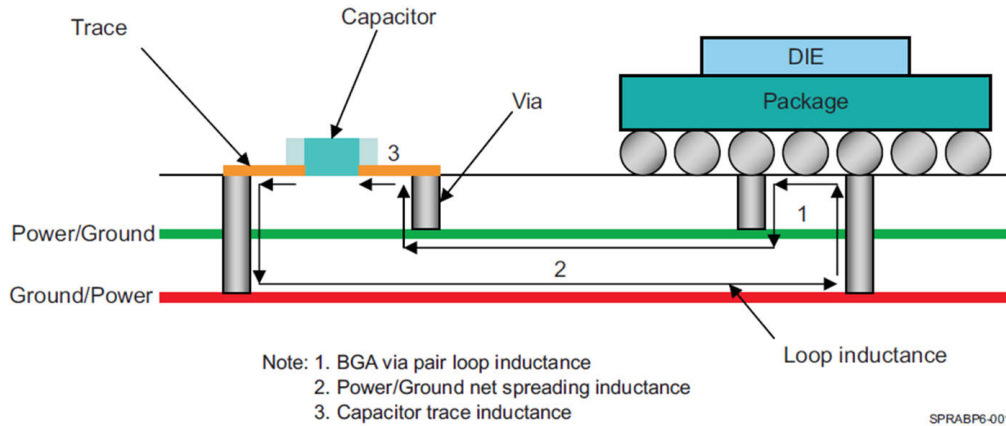

图 2-1. 通过优化 PCB 中的层分配来更大限度地减小环路电感
- 使电源平面和接地平面对尽可能靠近 PCB 顶部和底部表面 (请参阅图 2-1)。这有助于更大限度地减小去耦电容器、过孔和电源/接地层对的相关环路电感, 从而扩展环路电感。
除了与在 PCB 上放置电容器相关的贴装电感和电阻外，去耦电容器的有效性还取决于电容器相对于负载的扩散电感和电阻。扩散电感和电阻在很大程度上取决于 PCB 堆叠中的层分配（请参阅图 2-1）。